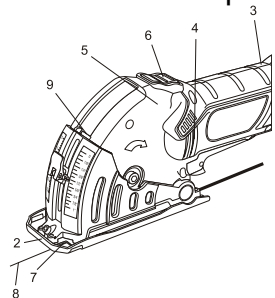

Рис.8
4. Опустите переднюю кромку защитного кожуха (2) на обрабатываемую поверхность (рис. 8).
5. Крепко удерживайте инструмент обеими руками. Правая рука должна находиться на корпусе инструмента (3). Не